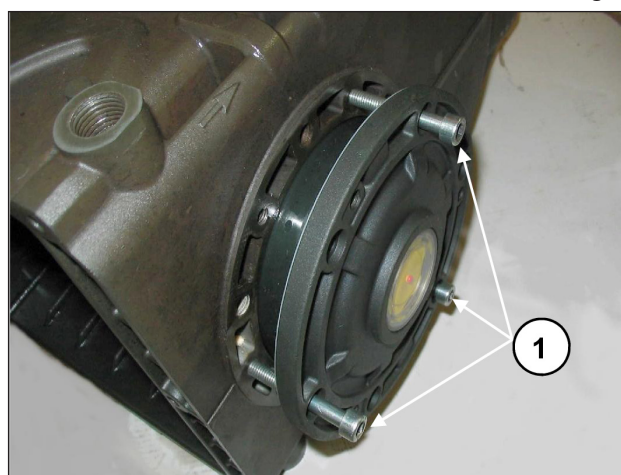
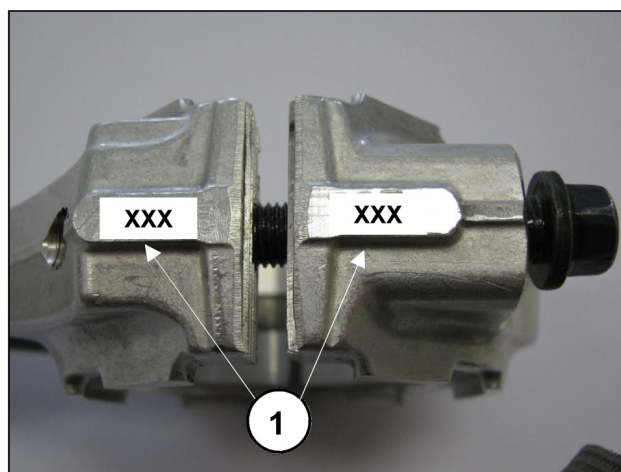

Fig. 8
Fig. 9
Per facilitare l'imbocco del primo tratto ed il relativo inserimento dei coperchi sul carter, si consiglia l'utilizzo di N° 3 viti M6 x 40 parzialmente filettate, (Fig. 8, pos. ①) per poi completare l'operazione con le viti in dotazione (M6x18).
- Accoppiare i cappelli biella ai relativi fusti facendo riferimento alla numerazione (Fig. 9, pos. ①).
Per l'avvicinamento dei due coperchi laterali al carter si possono utilizzare N°3 viti M6x40 per una prima fase di orientamento, come indicato in Fig. 8 e le viti previste per il fissaggio finale.
Dopo aver smontato i coperchi laterali, come indicato al par. 2.1.1, togliere la ghiera esterna dei cuscinetti dai relativi coperchi e la ghiera interna con la rimanente parte del cuscinetto, dalle due estremità dell'albero tramite un normale "cacciaspina" o attrezzo equivalente come indicato nelle Fig. 8 e Fig. 9.